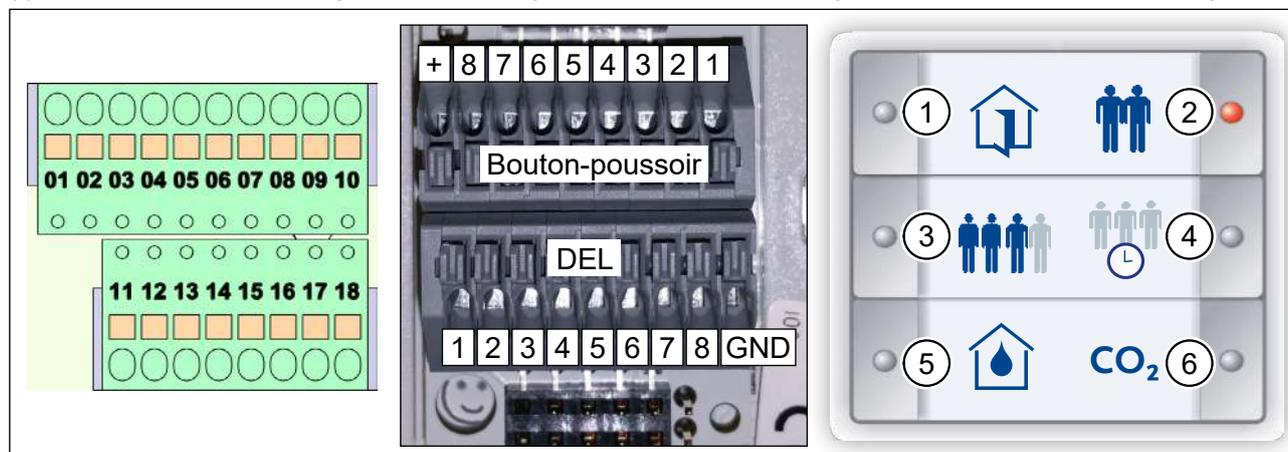

Fig. 32 : Borniers sur l'appareil d'aération, borniers du capteur à touche InControl, étiquette
- Après le câblage, posez l'étiquette (Fig. 32) dans le capteur à touche InControl.